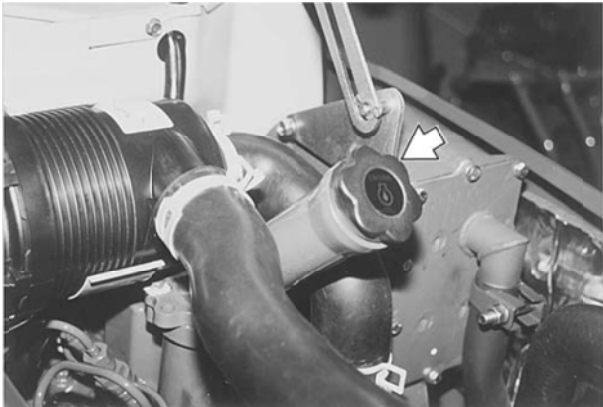

Рис. 50 (крышка маслоналивной горловины)
2. Если уровень масла низкий, откройте крышку маслоналивной горловины (см. рис. 50) и долейте масло. Уровень масла должен находиться между отметками щупа. Не наливайте слишком много масла.